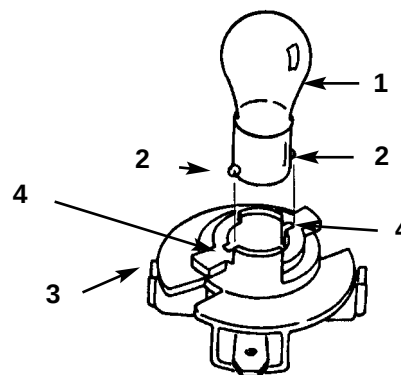

Fig. 20
4. Tryk pæren ind og drej den mod uret, til den ikke kan komme længere (ca. 1/4 omgang). Fjern så pæren fra pæreholderen (fig. 20).
1. Pæren har metalstifter på siden af fatningen. Stifterne rettes ind med udskaaringerne i pæreholderen og fatningen sættes ind i holderen (fig. 20). Pæren trykkes ind og drejes med uret, til den ikke kan komme længere.